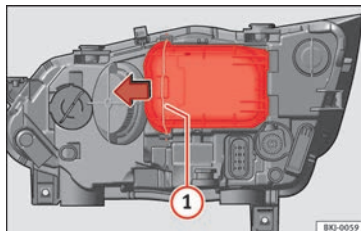

Fig. 96 Dans le compartiment moteur : retirer le cache.
- Déplacez le tirant » fig. 96 (1) dans le sens de la flèche puis retirez le cache.